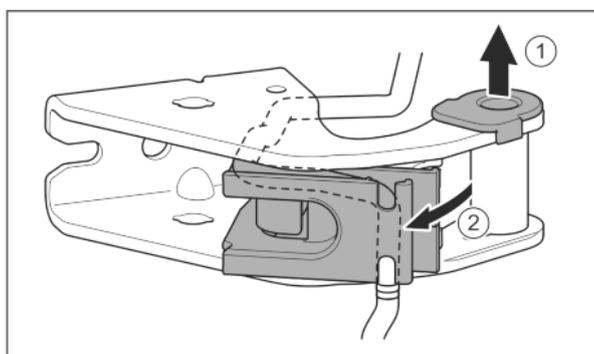

Fig. 27
- ▶ Estrarre la boccola del supporto dalla guida. Fig. 27 (1)
- ▶ Ruotare verso l'esterno il supporto cavi. Fig. 27 (2)